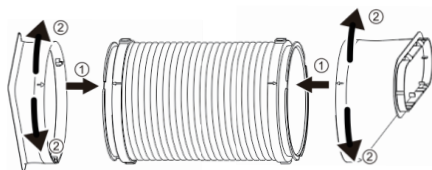

figure. 1
a. Alignez les flèches du connecteur d'entrée du tuyau et du tuyau d'échappement, puis faites tourner l'entrée du tuyau dans le sens des aiguilles d'une montre ou dans le sens inverse pour le verrouiller en place. (voir Figure.1)